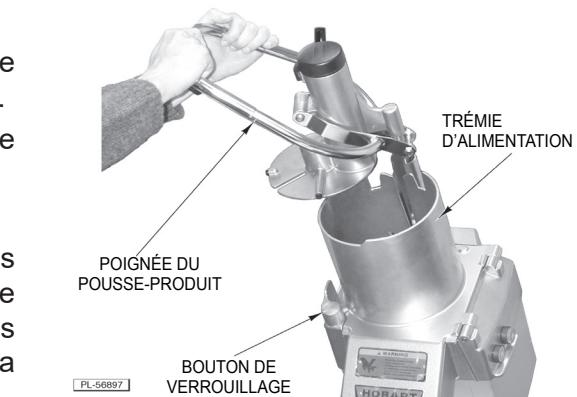

Fig. 3
1. Levez le pousse-produit par sa poignée et déplacez-le vers la gauche, loin de la trémie d'alimentation (fig. 3).
2. Tournez le bouton de blocage dans le sens antihoraire pour déverrouiller la trémie d'alimentation (fig. 3).
3. Relevez la trémie d'alimentation (fig. 3).
8. Remettez la trémie d'alimentation en place (fig. 3).